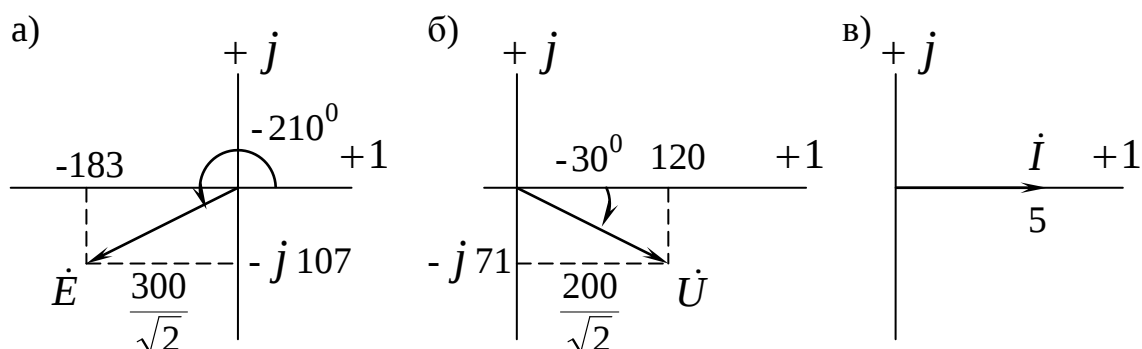

Рис. 1.13
- комплекс действующего значения ЭДС в алгебраической форме (Рис. 1.13а);
плекс действующего значения напряжения в алгебраической форме (Рис. 1.13б);
$\dot{I} = 5$ - алгебраическая форма записи комплекса действующего значения тока (Рис. 1.13в).
Векторные диаграммы $\dot{E}$, $\dot{U}$, $\dot{I}$ представлены на рис. 1.13а,б,в. Векторы располагают относительно действительной оси +1.